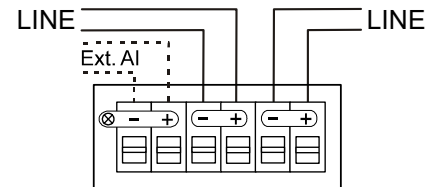

Fig. 3
1. Use the Allen key (4) to open the door (1) of the housing.
3. Connect the feed line to the terminals in the switching unit (see Fig. 3) in accordance with the connection diagram.
1. Öffnen Sie die Tür (1) des Gehäuses mit dem Innensechskant-Schlüssel (4).
3. Schließen Sie die Zuleitung gemäß Anschlusschema an die Klemmen im Schaltungseinsatz an (siehe Fig. 3).